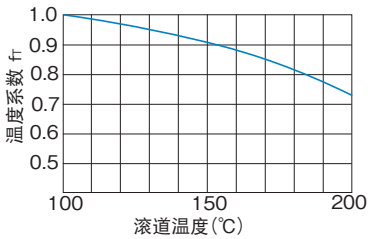

图2 温度系数 (f_t)
- f_T : 温度系数 (参照A10-8图2)
如果LM滚柱滚动块的使用环境温度超过100℃时，就要考虑高温的不良影响，应将基本额定载荷乘以图2中表示的温度系数。